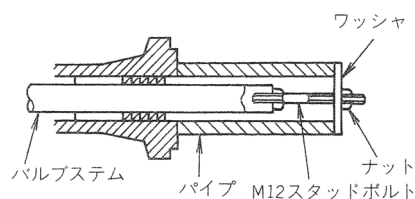

図 3-3
- b. パイプとスタッドボルト、ナット、ワッシャを用いて図3-3のようにバルブシステム先端のねじを使用して、分解してください。(バルブシステム端面にカムホルダーを取り付けるときには、ロック剤を使用してください)